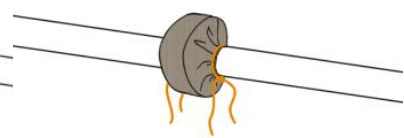

Abbildung 4
**Achtung:** Schneiden Sie die Befestigungsschnüre nicht ab, sondern stecken Sie diese einfach zwischen Flansch und Manschette (Abb. 4).